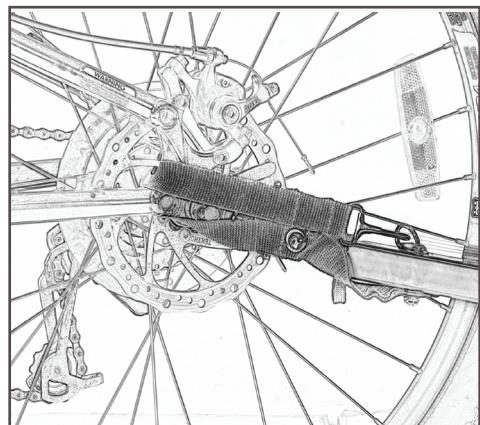

図28
3. 安全ストラップをフレームの下方チェーンステイに通し、ブレーキまたはその他の稼働コンポーネントに干渉しないよう注意します。牽引アームのDリングに留めます(図28)。